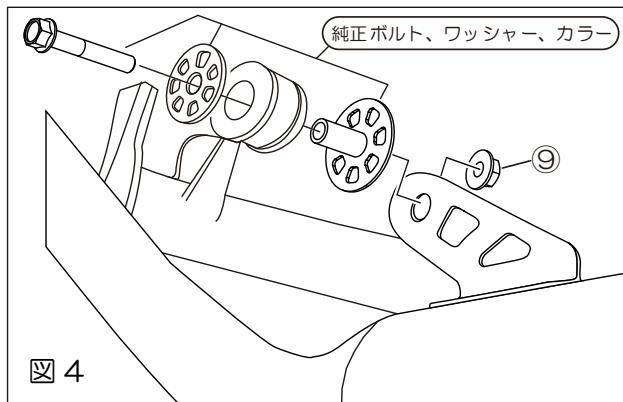

図4
- ② 先に仮組したフロントパイプへテールパイプ ASSY を差し込み[純正ボルト、カラー、ワッシャー]、フランジナット M8（構成部品⑨）を使用して車体下部のステーへ仮止めし、スプリングショート（構成部品⑩）を使用して固定します。（図2、図4 参照）